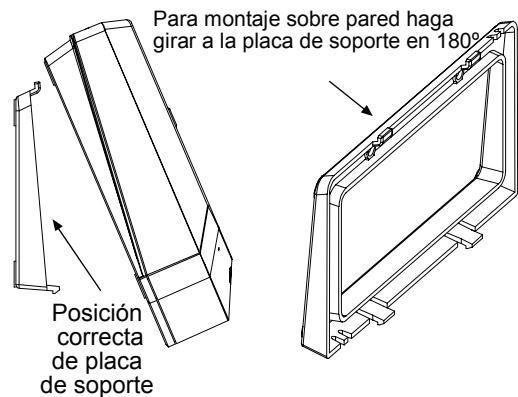

Figura 7a – Montaje sobre Pared-Posición correcta de la Placa de Soporte
1. Gire la placa de soporte 180° antes del montaje sobre la pared, tal como se muestra en Figura 7a.